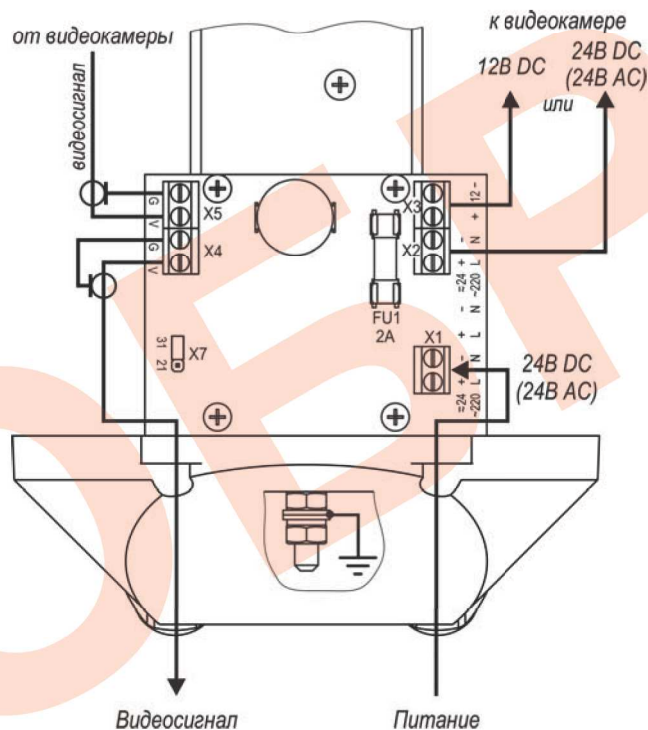

Рис.2 Подключение ТГБ-7 ТВ-24/12(24); ~24/12(~24)
4. Подсоединить видеокамеру к контактам платы коммутации в соответствии со схемой подключения (рис.2, 3 или 4).
5. Ввести через гермовводы внешние кабели (кабель видео или интерфейсный кабель и кабель питания) и подключить их к плате коммутации (рис.2 или 3).
Предприятием изготовителем джампер X7 установлен в положение «31» - мощность обогрева 31 Вт, для изменения мощности на 21 Вт джампер X7 необходимо переставить в положение «21» (см. рис.2 и 3).